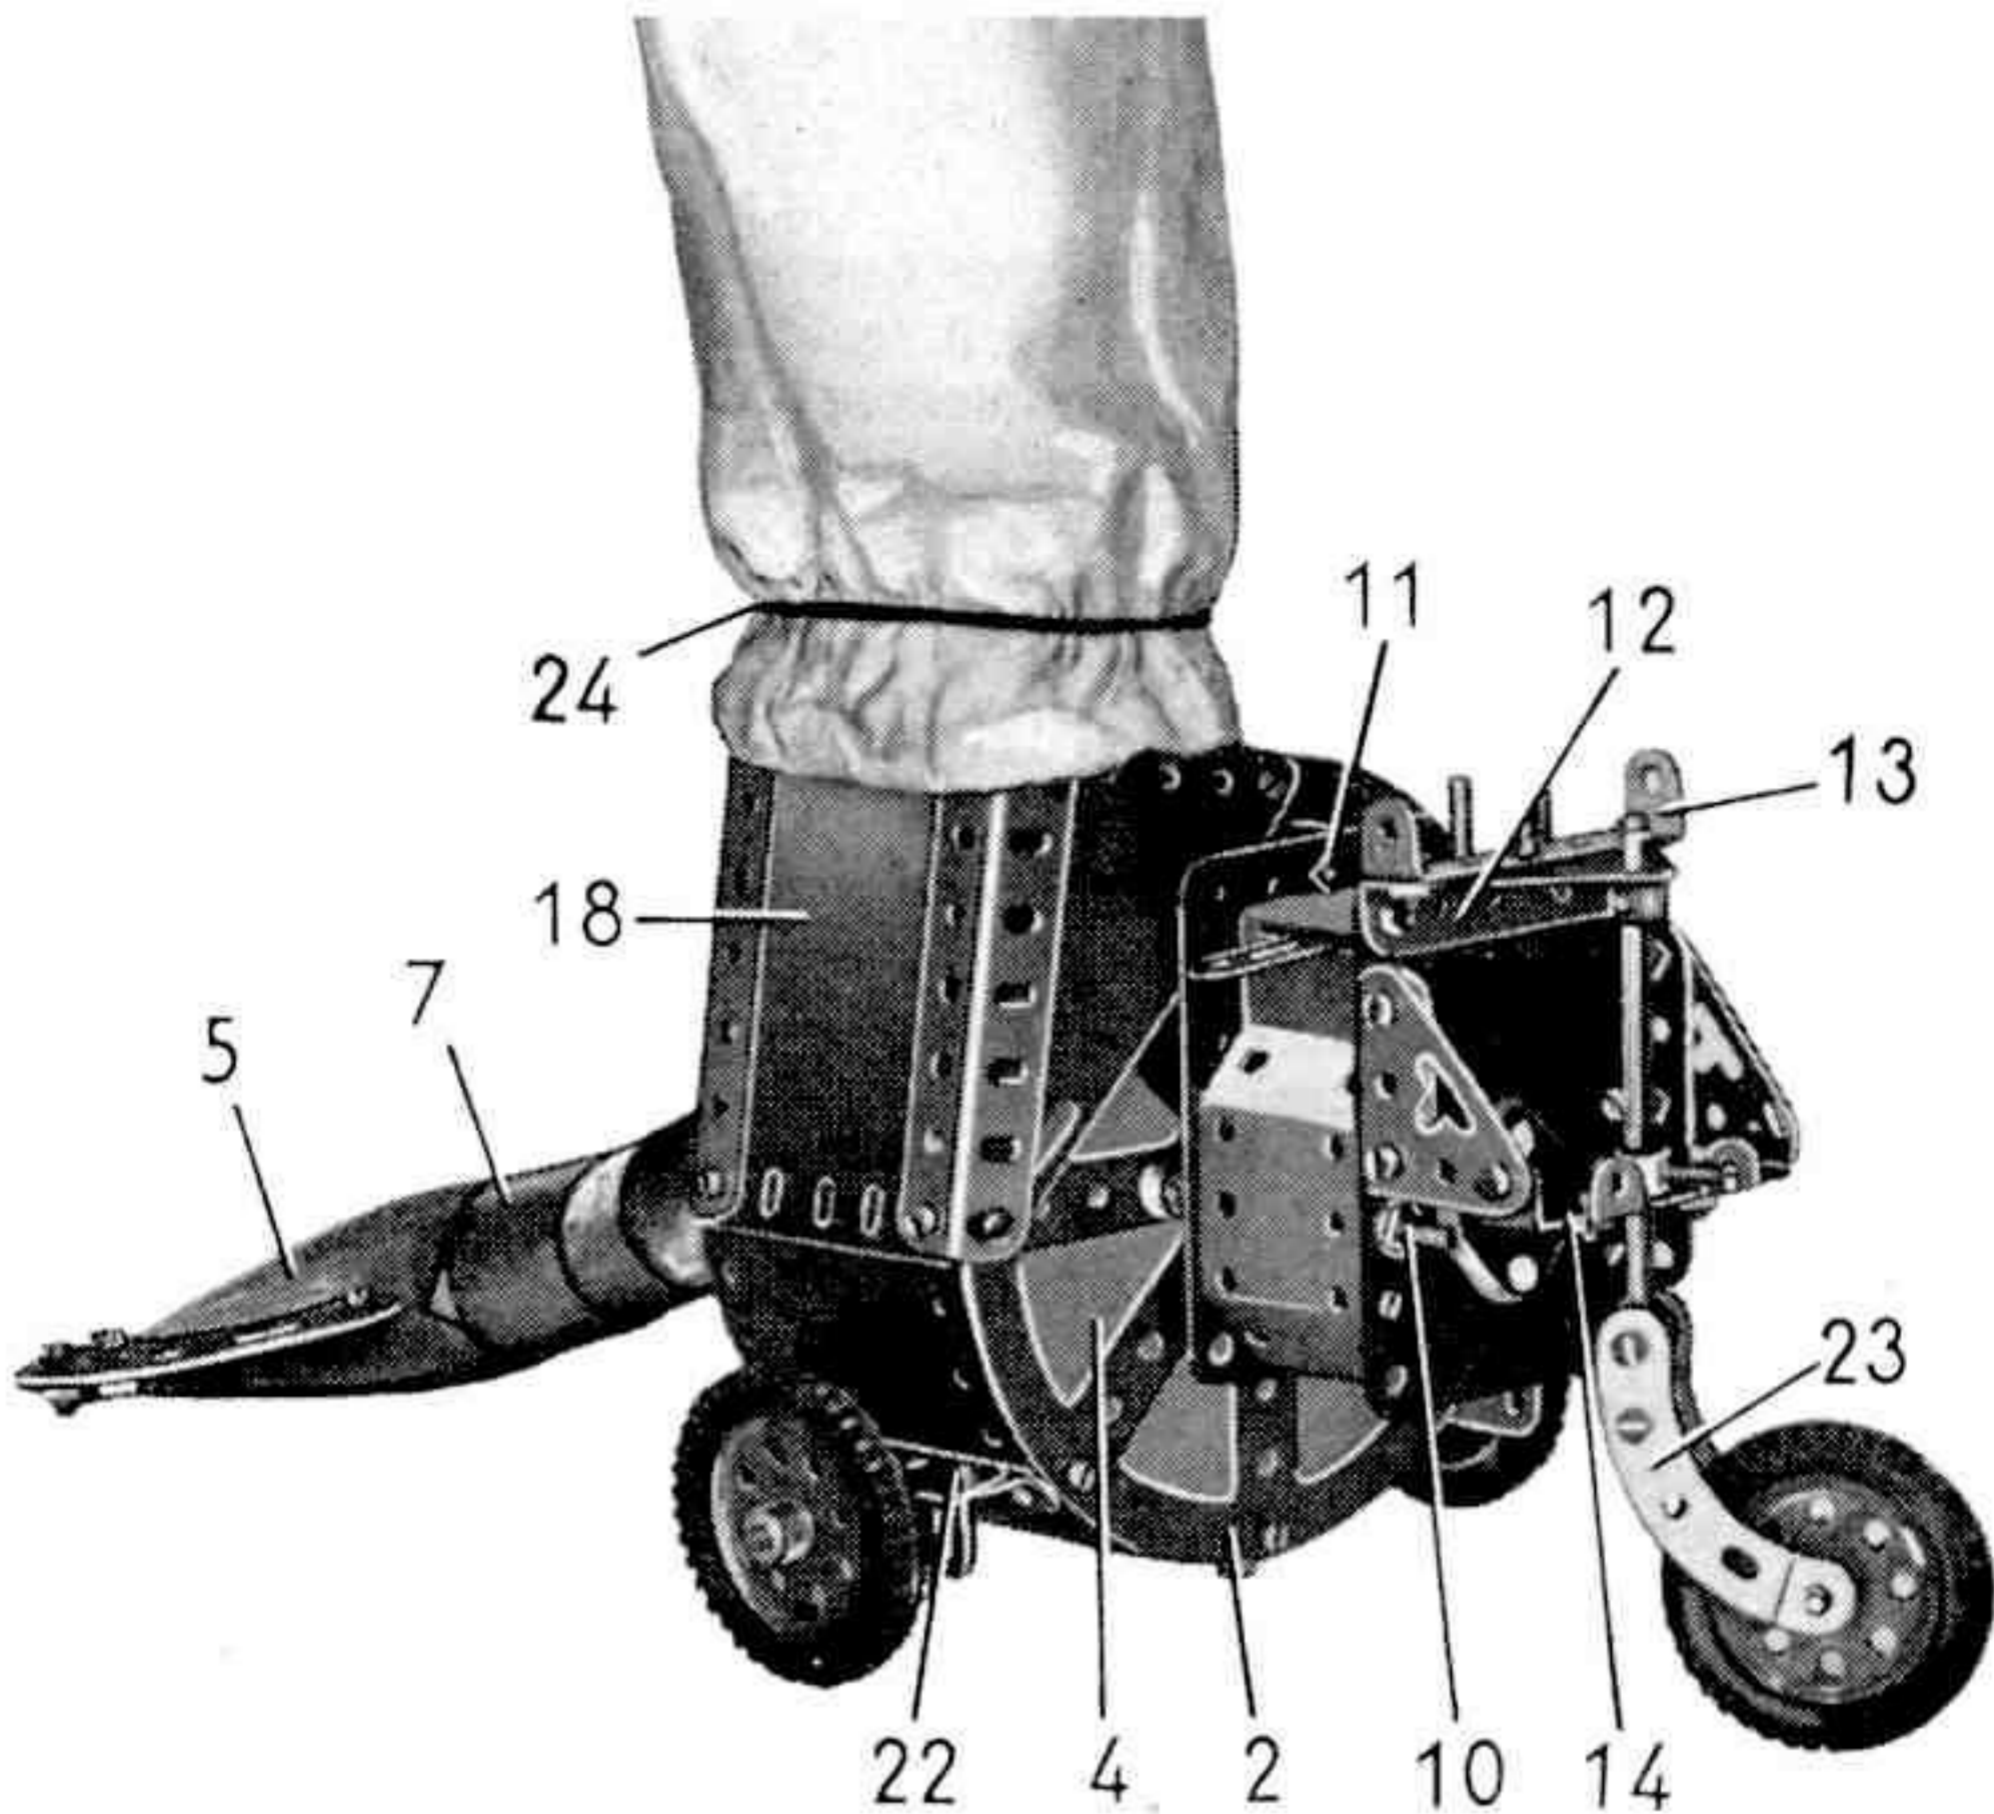

Fig. 2
Laissez provisoirement de côté cet élément terminé et occupez-vous du flasque circulaire à rebord. Ce dernier porte un moteur électrique, dont l'arbre passe par son trou central et traverse le trou du disque (4). La fixation s'opère à l'aide de deux tiges filetées de 75 mm. qui traversent complètement les flasques du moteur. L'une d'elles apparaît en (10) (fig. 2). Deux bagues d'arrêt et un écrou sont passés sur chaque tige filetée entre le moteur et le flasque circulaire. En outre, un boulon de 19 mm. (11) tenu par deux écrous dans le flasque circulaire (2) soutient le moteur à l'aide de deux autres écrous.
sur une tringle de 2,5 cm. (fig. 2). Trois rondelles passées sur la tringle, du côté opposé au moyeu de la roue, maintiennent celle-ci au centre de la fourche. La fourche est constituée de deux bandes incurvées épaulées de 6 cm. (23) fixées sur un accouplement. Celui-ci est monté à l'extrémité inférieure d'une tringle de 10 cm. La tringle passe dans la bande coudée (14) et dans l'embase triangulée plate fixée sur la cornière (12). Elle est tenue en place par deux bagues d'arrêt. La bague d'arrêt inférieure est bloquée par un boulon de 12 mm. qui vient heurter des équerres boulonnées sur la